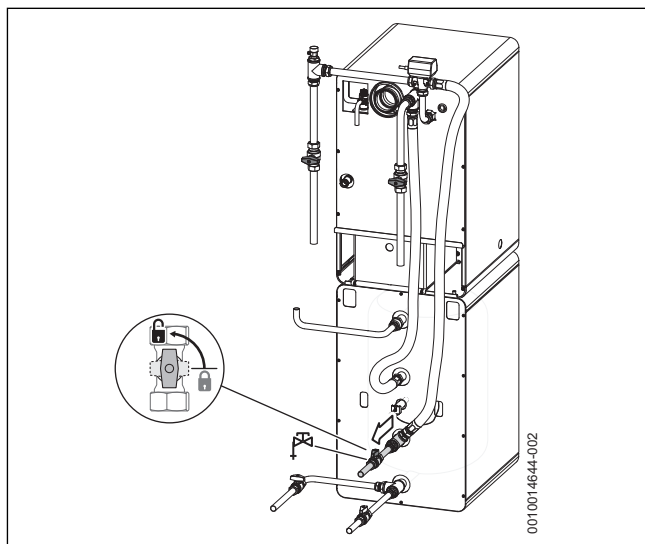
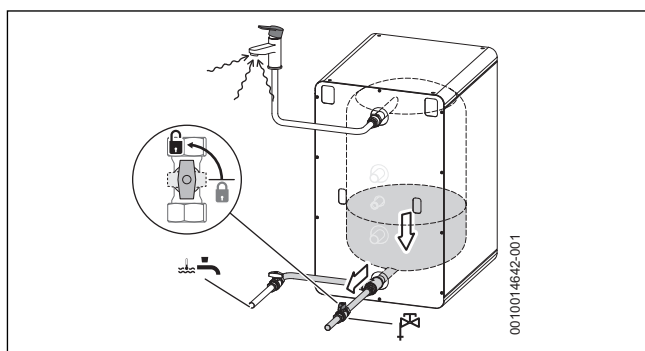

Fig. 111 Purge du serpentin (exemple sur une installation en colonne)
Fig. 112 Vidange du ballon
- Vidanger le ballon (→ Fig. 111 & Fig. 112).
- ▶ Dépressuriser le ballon (→ Fig. 112).